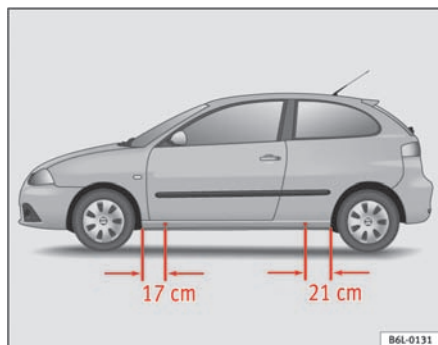

Fig. 137 Løftepunkter
- Find det løftepunkt under dørpanelet, der er tættest på det hjul, der skal skiftes ⇒ fig. 137.
Panelet er trykket lidt ind forrest og bagest, der hvor donkraften må sættes på ⇒ fig. 137. Der er et sted til donkraften for hvert hjul. Placer ikke donkraften andre steder.